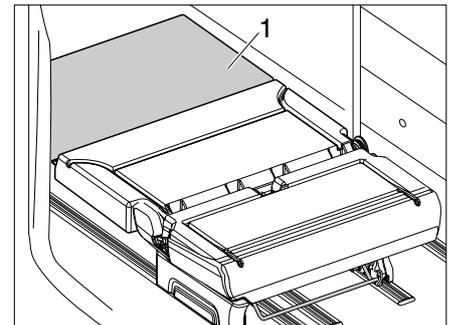

Bild 16 Sitzbank in Schlafposition
- Sitzbank ganz nach hinten fahren, bis sie mit der Bettverlängerung (Bild 16,1) bündig ist.